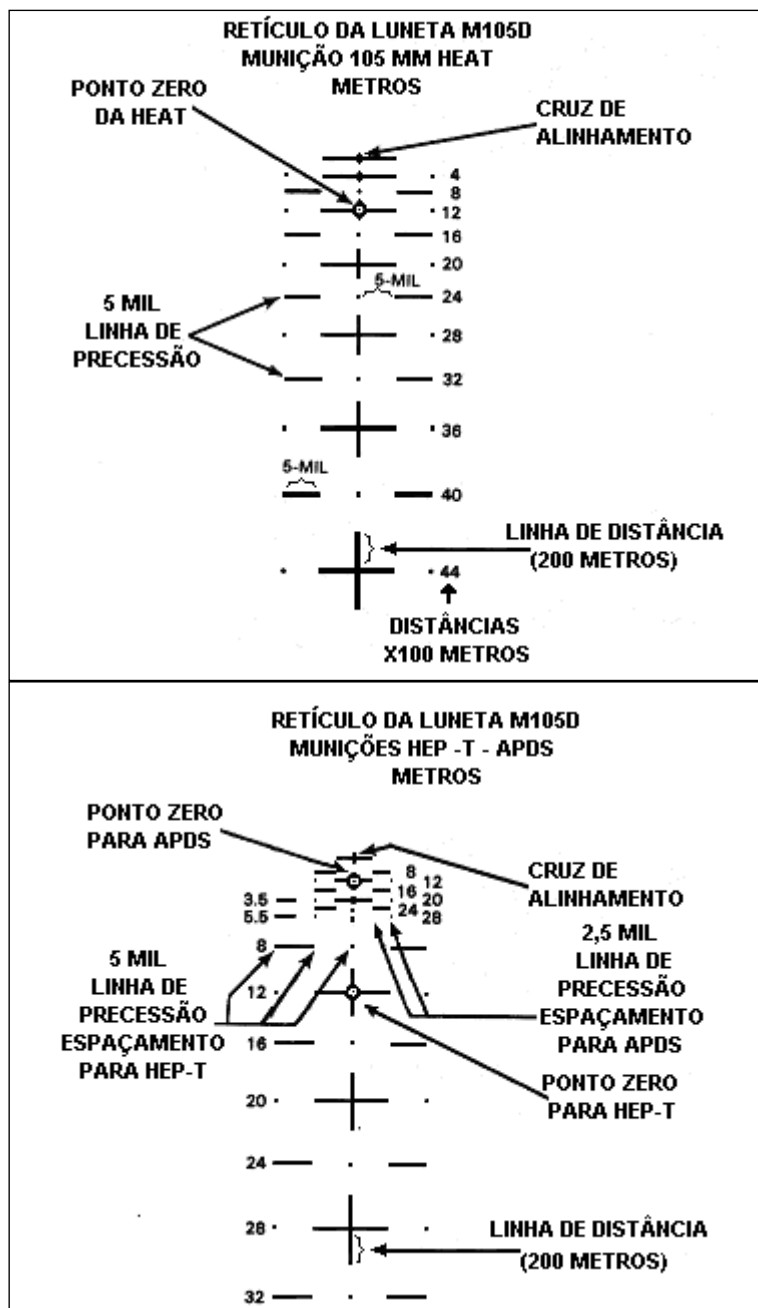

Fig 7-10. Tipos de retículos da luneta M105 D
c. A luneta provê ao At dois retículos balísticos (um para munição APDS-T e outro para munição HEP-T) de forma combinada; os valores para munição HEAT-T estão num retículo separado; a munição APERS-T pode ser disparada com o retículo da munição HEAT-T, usando a tabela de dados existente no berço do Can. (Fig 7-10 e 7-11)